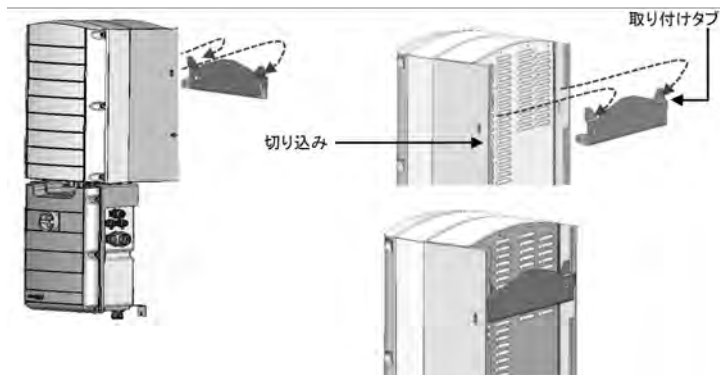

図 17: 吊り下げユニット
2. 筐体にある2つの切り込みを、ブラケットの2つの三角形の取り付けタブに合わせて、ユニットがブラケットに平らに等しくなるまで下げます(図 17参照)。
- 筐体にある2つの切り込みを、ブラケットの2つの三角形の取り付けタブに合わせて、ユニットがブラケットに平らに等しくなるまで下げます(図 17参照)。